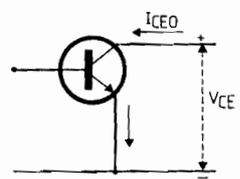

FIGURE 6
– Courant  $I_{CEO}$  (fig. 6) entre collecteur et émetteur, base non connectée. Il est sensible à la température et est fonction de la tension  $V_{CE}$ . Sa valeur est de l'ordre de quelques dizaines de microampères. on a la relation :  $I_{CEO} = B \times I_{CBO}$ .